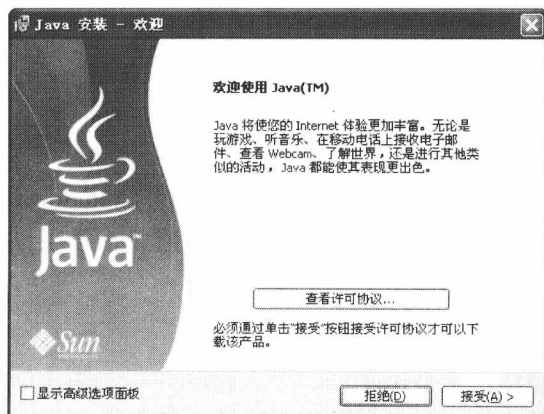

图 1-9 【Java 安装—欢迎】对话框
- 18 安装 Java。在安装过程中会询问是否安装 Java，如果选择安装 Java，就会弹出【Java 安装—欢迎】对话框，如图 1-9 所示。单击【接受(A)>】按钮，开始安装 Java。